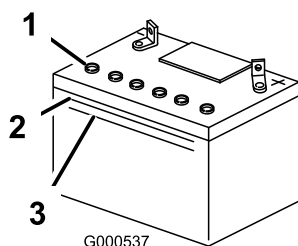

Figure 42
- Observez le côté de la batterie. Le niveau d'électrolyte doit atteindre le trait **supérieur** (Figure 42). Le niveau d'électrolyte ne doit pas
descendre au-dessous du trait inférieur (Figure 42).
5. Enlevez les bouchons d'aération de la batterie (Figure 42).
6. Versez de l'eau distillée avec précaution dans chaque élément jusqu'au repère supérieur (Figure 42) sur le côté de la batterie.
7. Attendez 5 à 10 minutes après avoir rempli les éléments. Au besoin, ajoutez de l'eau distillée pour amener le niveau jusqu'au repère supérieur sur le côté de la batterie (Figure 42).